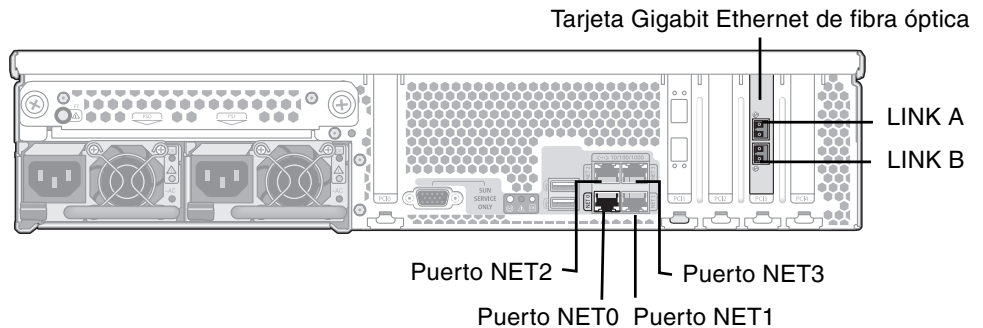

FIGURA 5-28 Puertos de conexión con los servidores de alta disponibilidad para doble servidor
El sistema de puerta de enlace en clúster Sun StorageTek 5320 NAS de dos servidores suele configurarse con cuatro puertos integrados Gigabit de cobre y dos tarjetas Gigabit Ethernet de doble puerto (FIGURA 5-28).
- Conecte un cable Ethernet de categoría 5 (en el caso de una red 100BASE-T) o 5e (si es 1000BASE-T) desde la red hasta el puerto NET1, NET2 o NET3 para tarjetas de red de la parte posterior de cada uno de los servidores (en la FIGURA 5-28 se indica la posición de los puertos para tarjetas de red).
- Conecte un cable de fibra óptica de la red a la toma superior Gigabit Ethernet superior de fibra óptica (LINK A) de la parte posterior de cada uno de los servidores y otro cable de fibra óptica a la toma inferior (LINK B) (consulte la FIGURA 5-28 para conocer las ubicaciones de los puertos de tarjetas de red y de Gigabit Ethernet de fibra óptica).